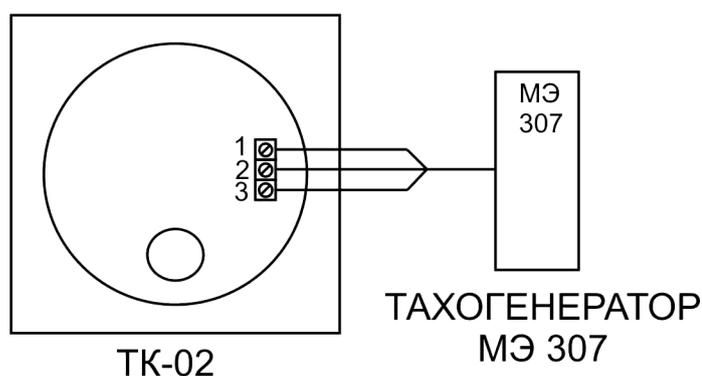

Рис.1
6.2 Установите индикатор на объекте контроля и подключите к его согласно схемы Рис.1.